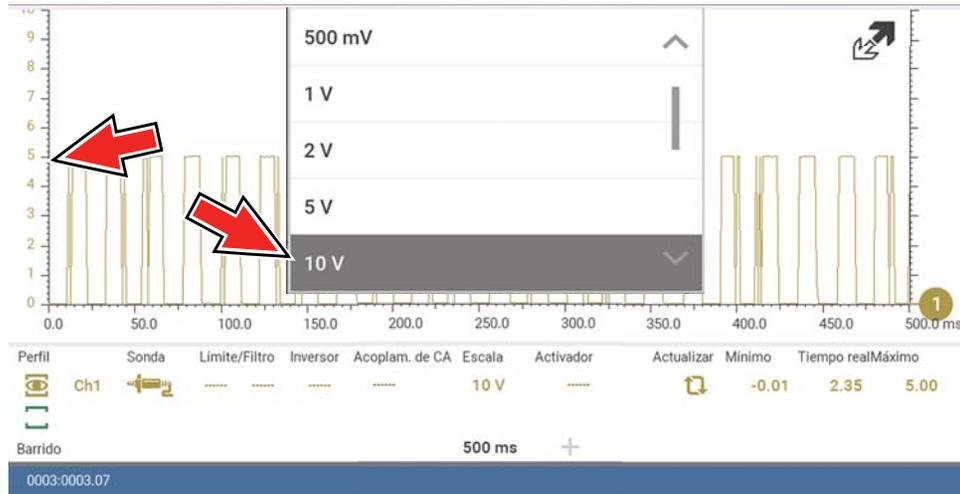

Figura 8-29
**Ejemplo (Figura 8-29):** Al seleccionar 10 V, se modifica la regla vertical a una escala de 10 V. La regla vertical “siempre” se divide por 10. Por lo tanto, cada división se incrementa en 1 V.